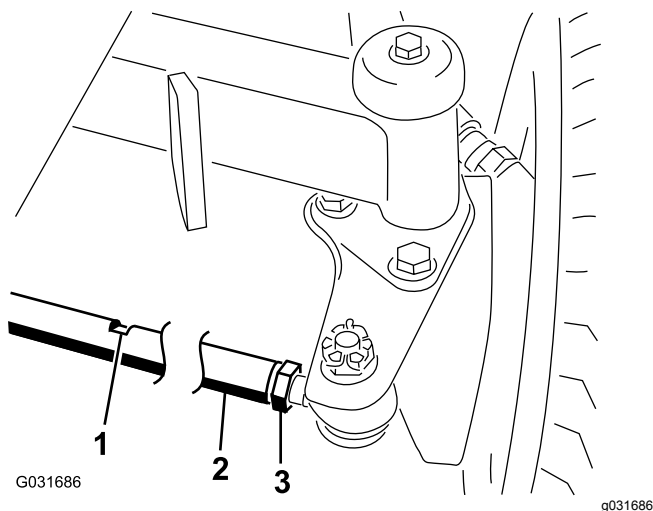

Figura 66
2. Desaperte a porca de bloqueio em cada extremidade da barra de direção (Figura 66).